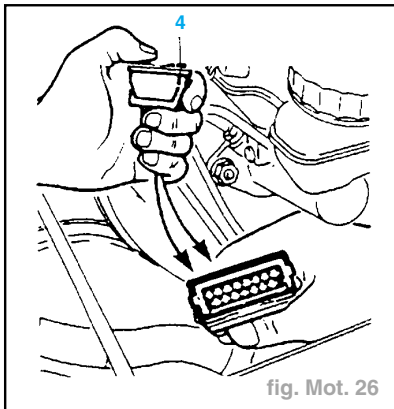

fig. Mot. 26
- Connecter l'interrupteur entre les bornes **1** et **11** du connecteur du relais afin d'alimenter la pompe à carburant (fig. Mot. 26).
- Actionner la pompe à l'aide de l'interrupteur pendant 5 s (fig. Mot. 26).
- l'interrupteur muni de deux fils volants équipés de languettes de **2,8 mm** (fig. Mot. 26).